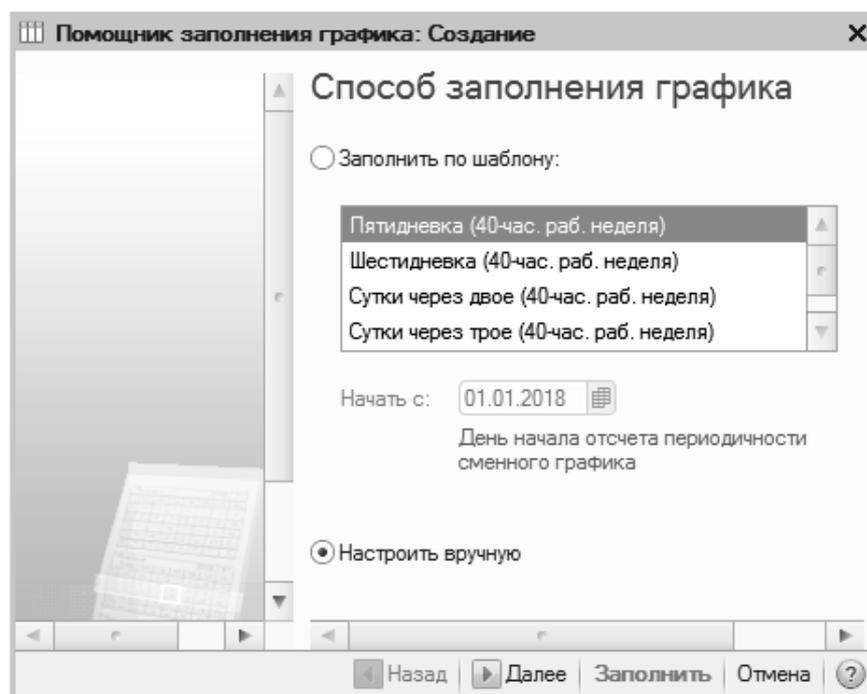

Рис. 7.18. Окно помощника заполнения графика
Сформируйте график работы центров (рис. 7.18). Это будет сменный график для моделирования работы с циклом в неделю, с первого по пятый день работы ведутся в смену «Смена 1», шестой и седьмой дни – выходные. Для этого выполните следующие действия:
- выберите **Настроить вручную** (рис. 7.18);